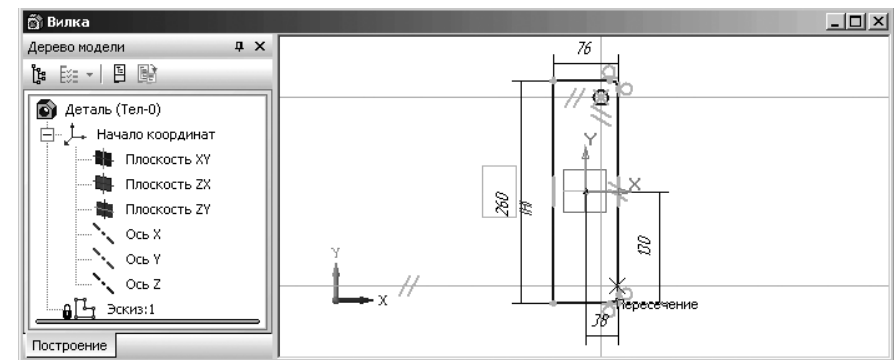

Рис. 3.41. Построение окружности в правом верхнем углу эскиза
- переместите курсор мыши в точку пересечения только что построенных вспомогательных линий и, как только появится сообщение **Пересечение**, щелкните мышью. Появится окружность. Это состояние системы показано на рис. 3.41.